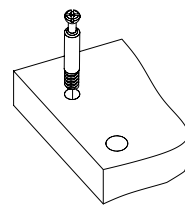
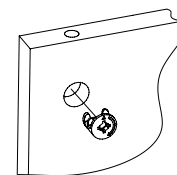

Рис. 1
Рис. 2
1. Вкрутите шпильки минификсов в деталь 1 (Рис. 1). Вставьте головки минификсов в соответствующие плоскостные отверстия детали 3 (Рис. 2).